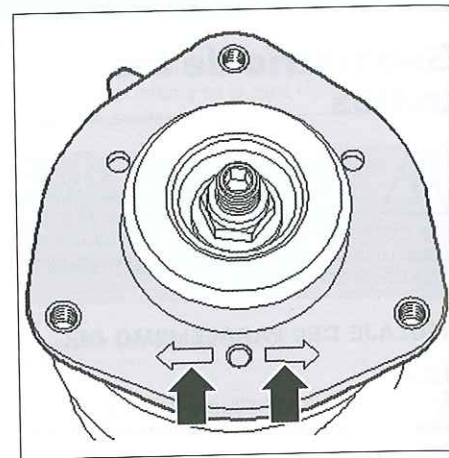

Fig. 12
- procurar que una de las dos flechas presentes sobre el apoyo superior del amortiguador esté orientada hacia la parte delantera del vehículo (Fig.12).